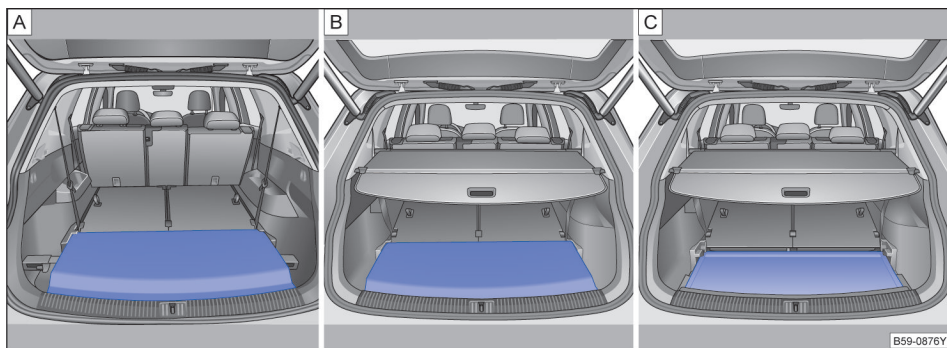

图 198 行李厢地板的三种使用方式
- 放置行李厢地板，与第三排座椅齐平→图 198 [A]。
- 放置行李厢地板，与第三排座椅齐平→图 198 [B]。
- 将行李厢地板翻转过来使用→图 198 [C]，此时行李厢地板下降约 80 mm，行李厢空间增大 24 L。